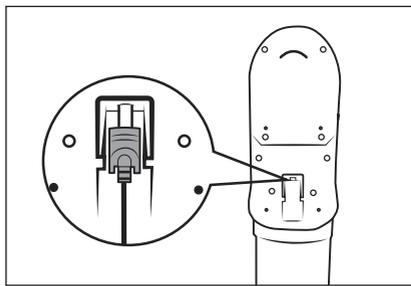

Fig. 8
- L'aspirateur peut également être rechargé directement via l'adaptateur secteur **10**. Pour ce faire, retirez la fiche creuse **11** du support mural **18** en la tournant légèrement et insérez-la dans la prise de recharge **3** de l'appareil (voir fig. 8).